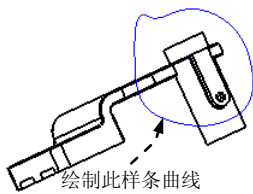

图 11.2.19 绘制剖视图的边界线
② 在系统  在当前视图上草绘样条曲线来定义外部边界。的提示下，直接绘制图 11.2.19 所示的样条曲线来定义部分视图的边界，然后单击 应用 按钮。